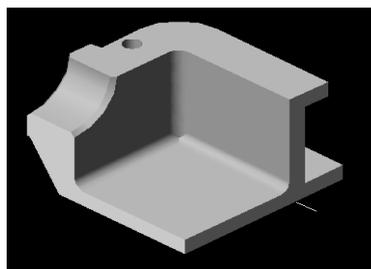

Рисунок 6.10
- аналогично вырезать левую половину корпуса (рисунок 6.10);